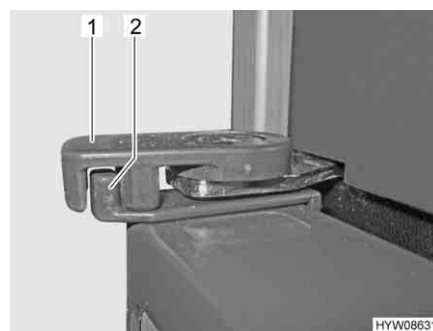

Fig. 96 Bloccaggio della porta del frigorifero in posizione di ventilazione
- Tirare il bloccaggio (Fig. 96,1) verso il centro del frigorifero. La rientranza esterna del bloccaggio deve essere riportata nel nasello di chiusura (Fig. 96,2). In questo modo la porta del frigorifero rimane ferma in posizione socchiusa.